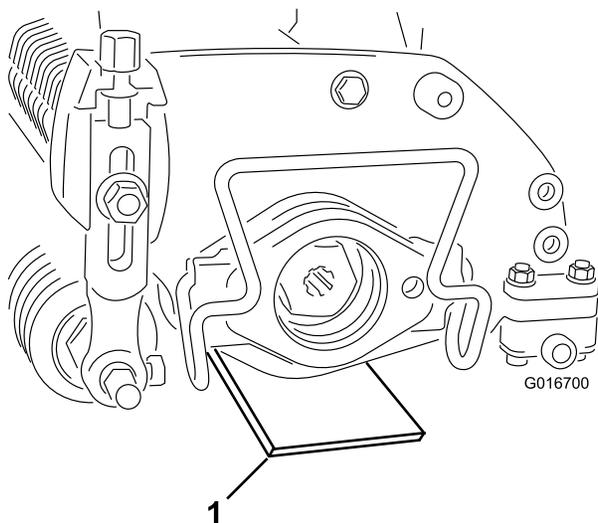

図3
2. 希望する設定高さ地表面からの高さにゲージバーを設定し、このゲージバーをサッチングユニットの左右の端部に当てる **図3**。